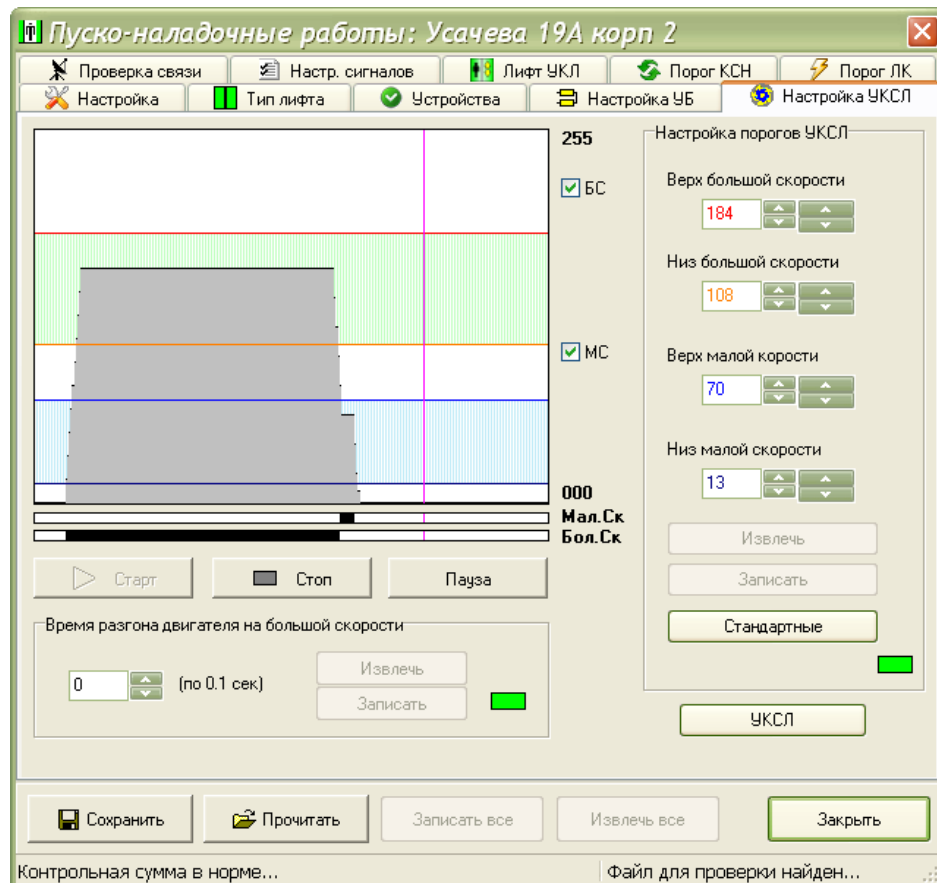

Рисунок 69
19) Произвести настройку параметров устройства контроля скорости лифта УКСЛ в следующей последовательности. Настроить пороги срабатыва УКСЛ. Выбрать Открыть в контекстном меню настраиваемого блока пункт «Пусконаладка». В открывшемся окне выбрать вкладку «Настройка УКСЛ» (рисунок 69). Установить галочки «БС» и «МС». Нажать кнопку «Старт». При движении лифта следует убедиться в появлении сигнала большой скорости (черный фон индикатора большой скорости при погашенном индикатора малой скорости). В момент окончания движения кабины лифта следует убедиться в кратковременном появлении сигнала малой скорости (загорание индикатора малой скорости черным цветом при погашенном индикаторе большой скорости). Одновременное загорание обоих индикаторов говорит о необходимости переключения с фазных сигналов на сигналы катушек реле. Установить значения порогов «Верх БС», «Низ БС», «Верх МС», «Низ МС» таким образом, чтобы выходной сигнал УКСЛ оказался в областях большой и малой скорости соответственно. Нажать кнопку «Споп». Затем записать пороги в КЛН кнопкой «Записать». В нижней строке окна должна появиться надпись «Успешно записано». Для сохранения настройки на жестком диске компьютера однократно нажать мышкой кнопку «Сохранить». Далее в появившемся окне нажать кнопку «ОК».